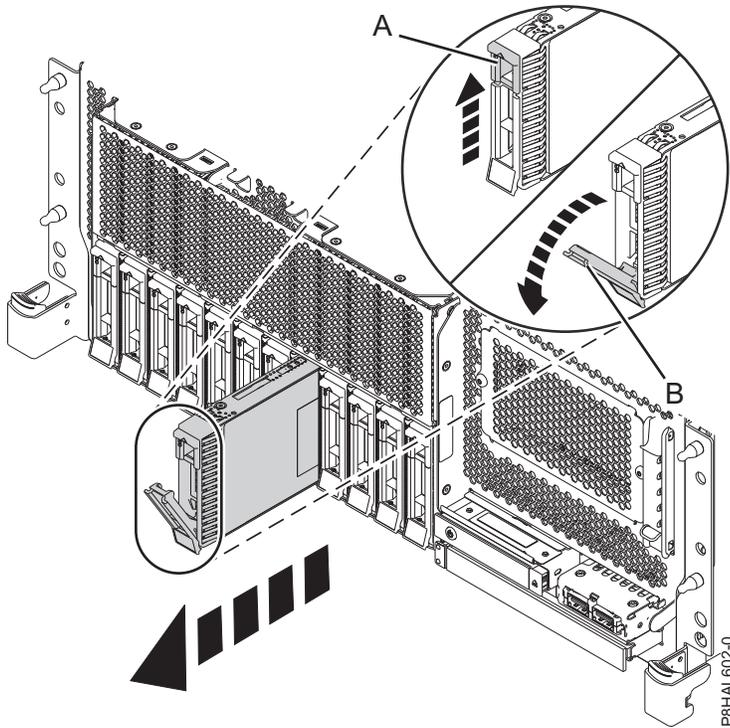

Abbildung 73. Plattenlaufwerk in einem Einschubsystem mit Basisfunktionen ausbauen
3. Wenn die Kennzeichnungs-LED leuchtet, ohne zu blinken, entriegeln Sie den Griff (**B**) des Laufwerks, indem Sie die Verriegelung (**A**) zusammendrücken und zu sich hin nach außen ziehen. Siehe Abb. 73 auf Seite 84, Abb. 74 auf Seite 84, Abb. 75 auf Seite 85 und Abb. 76 auf Seite 86. Wird der Griff nicht ganz nach außen gezogen, lässt sich das Solid-State-Laufwerk nicht aus dem System schieben.